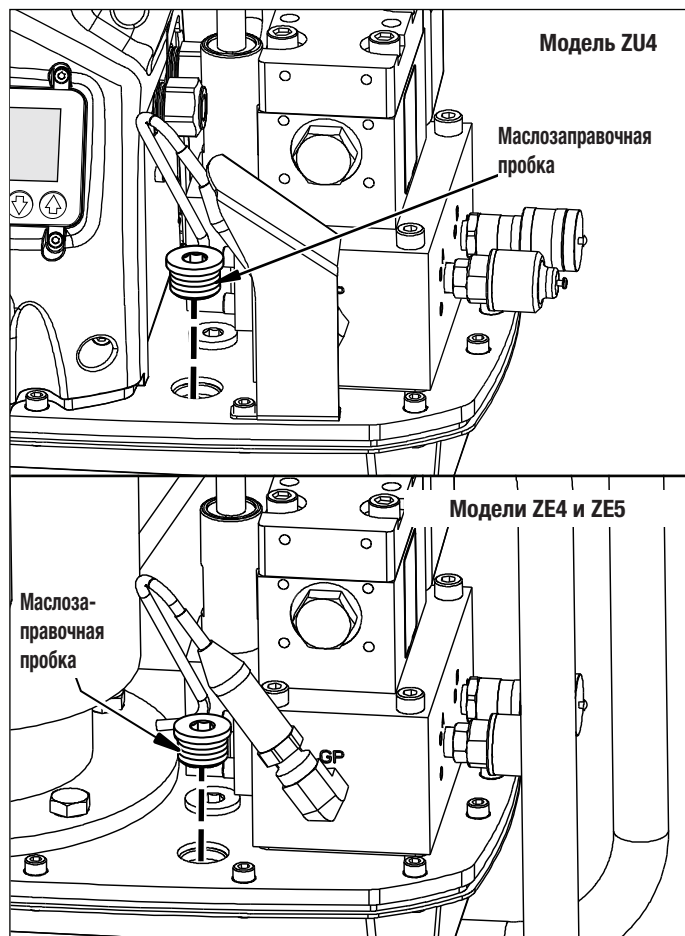
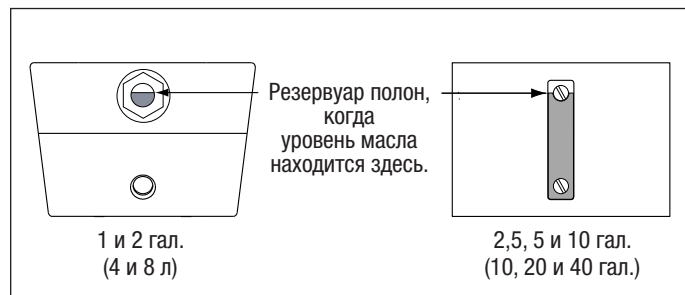

Рис. 3. Маслозаправочная пробка
Рис. 4. Индикатор уровня масла
4.3 Уровень масла (см. рис. 3 и 4)
Перед включением насоса проверьте уровень масла в резервуаре. Резервуар заполнен, если уровень масла достигает отметки, показанной на рис. 4. Если требуется долить масло в резервуар, выньте маслозаправочную пробку, как показано на рис. 3, и долейте требуемое количество масла.